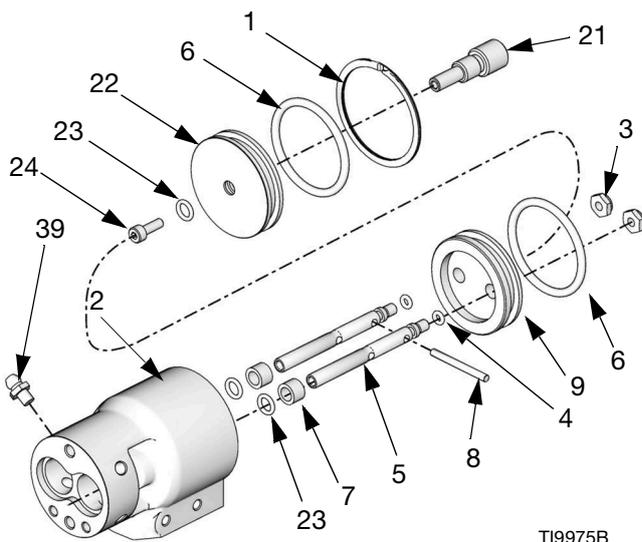

FIG. 8
7. Rimuovere l'anello di sicurezza (1) dalla parte posteriore del cilindro pneumatico (2). Spingere i due alberi (5) nel cilindro pneumatico (2) per rimuovere il cappello del cilindro pneumatico (22). Vedere FIG. 8.
8. Spingere i due alberi (5) per rimuovere il gruppo del pistone (9) dal cilindro pneumatico (2).
9. Utilizzare un estrattore per O-ring per rimuovere gli O-ring (23) e un cacciavite per rimuovere i cuscinetti a manicotto (7) dal cilindro pneumatico (2).
10. Rimuovere gli O-ring (6) dal pistone (9) e il cappello del cilindro pneumatico (22).
11. Rimuovere la vite (24) e la manopola di regolazione della retroaspirazione (21) dal cappello (22). Per rimuovere l'O-ring (23) utilizzare l'apposito estrattore.
12. Rimuovere i controdadi (3), il perno (8), gli O-ring (4) e l'O-ring del pistone (6) dall'albero (5).
1. Lubrificare gli O-ring dell'albero (23) e i cuscinetti (7). Inserire gli O-ring nel cilindro dell'aria (2) e nelle cavità del cappello dell'aria (22). Vedere FIG. 8.
6. **255179 e 255181**, inserire le tenute (26) con le molle rivolte all'interno del contenitore del fluido (14).
7. Vedere **Orientamento della punta** a pagina 7. Installare la punta (31) con gli O-ring (20), le tenute (27) e le relative viti (19). Serrare le due viti della punta a una coppia di 13-13,5 N•m (115-120 in-lb).
8. **255181 e 255182**, installare il tubo iniettore (30) con l'utensile di assemblaggio (48). Serrare a 4,5-5,6 N•m (40-50 in-lb).
9. **255181 e 255182**, installare l'ugello dell'iniettore (47) e serrare a una coppia di 2,8-3,4 N•m (25-30 in-lb).
10. Rimuovere l'ingrassatore zerk (39). Introdurre grasso dall'apertura apposita nella parte inferiore finché non inizia a fuoriuscire nel punto di installazione dell'ingrassatore zerk (39). Ripetere per l'altro ingrassatore zerk (39). Vedere FIG. 8.